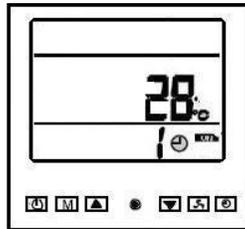
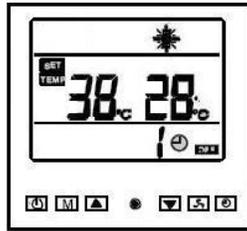

Abbildung 13: Einstellung des automatischen Startens.
Abbildung 14: Einstellung des automatischen Standby.
Drücken Sie zum Starten der Wärmepumpe die Taste ; die Wärmepumpe startet innerhalb von drei Minuten. Das Display zeigt sofort die zuletzt gewählte Betriebsweise (Heizung oder Kühlung¹⁹), siehe Abbildung 13. Abbildung 14 und Abschnitt 5.2.13.8, die letzte eingestellte Temperatur und die aktuelle Wassertemperatur des Schwimmbeckens (Heizung oder Kühlung) an.
- Heizung, das Display zeigt das Symbol  an, siehe Abbildung 13.
- Kühlung, das Display zeigt das Symbol  an, siehe Abbildung 14.
Es ist möglich, die von den einzelnen Fühlern erfassten Temperaturen durch Drücken der Taste (beim Modell BP-xxWS-B (xx=35, 50) die Taste drücken) für drei Sekunden anzuzeigen, wenn die Pumpe gestartet ist, siehe Abschnitt 5.2.4. Drücken Sie zum Anzeigen der von den verschiedenen Fühlern erfassten Temperaturen (drücken Sie beim Modell BP-xxWS-B (xx=35, 50) die Taste). Die von dem Fühler erfasste Temperatur wird für 10 Sekunden angezeigt; falls keine Taste gedrückt wird oder falls die Taste gedrückt wird, kehrt das Display zur Anzeige der üblichen Informationen zurück, siehe Abbildung 13 und Abbildung 14.